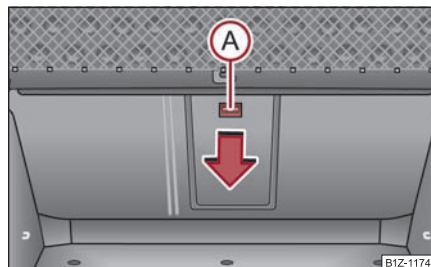

Fig. 132 Maletero: Tecla de desbloqueo
- Empuje la tecla de desbloqueo **(A)** hacia abajo ⇒ fig. 132 y abata la tapa (con apoyabrazos) hacia delante.